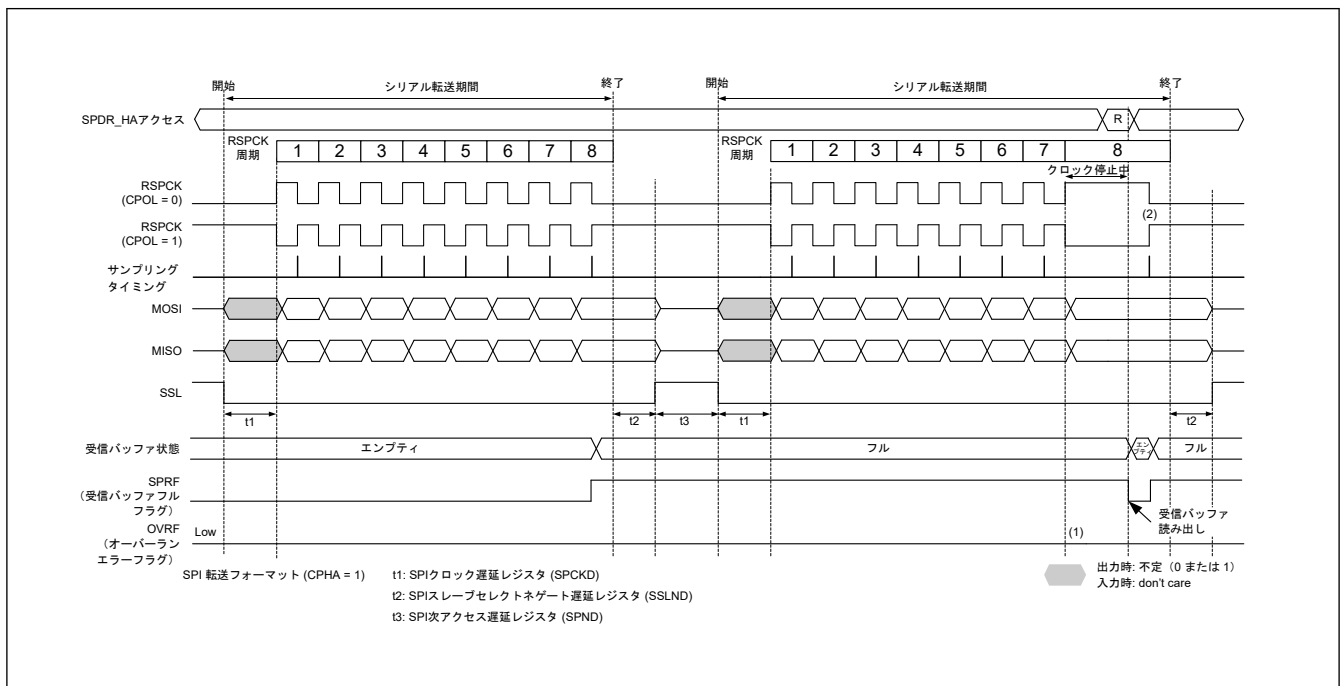
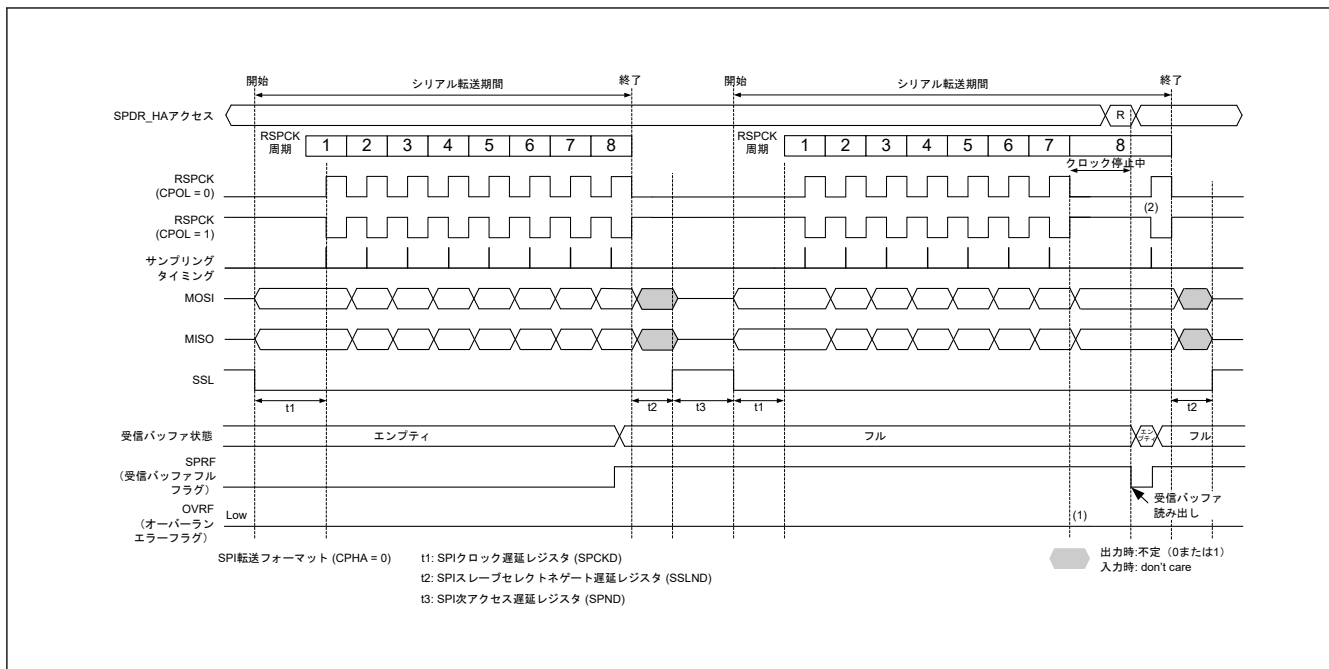

図 27.28 マスターモードの受信バッファフルの状態でのシリアル転送が継続するときのクロック停止波形 (CPHA = 1)
図 27.29 マスタモードの受信バッファフルの状態でのシリアル転送が継続するときのクロック停止波形 (CPHA = 0)
マスターモードで RSPCK 自動停止機能を有効 (SPCR2.SCKASE = 1) にした場合は、オーバーランエラーが発生しません。図 27.28 と図 27.29 に、マスターモード時の受信バッファフルの状態でのシリアル転送が継続するときのクロック停止波形を示します。
以下に、図 27.28 および図 27.29 の (1)、(2) に示したタイミングでのフラグ動作を説明します。